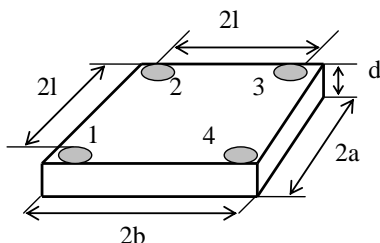

Рисунок 2.1 — Размещение зондов в планарном варианте метода Ван дер Пау
1. При измерении удельного сопротивления прямоугольного образца методом Ван дер Пау (рис. 2.1) ток I подводится через контакты 1 и 4, а падение напряжения U_{2-3} измеряют между зондами 2 и 3. Затем геометрию измерений меняют: через зонды 1 и 2 пропускают ток I , а между другой парой зондов (3 и 4) измеряют падение напряжения U_{3-4} . найти удельное сопротивление образца. Найти удельное сопротивление образца.